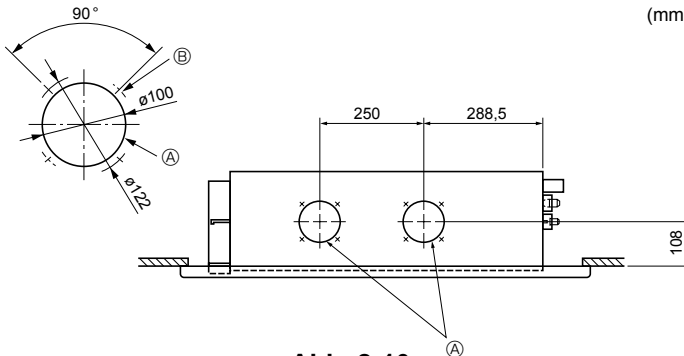

**Abb. 2-8**
- \* Dies muss in nachstehender Reihenfolge geschehen (von oben): Mutter, Unterlegscheibe mit Isolierung ②, Unterlegscheibe ohne Isolierung ①, 2 Muttern.
- \* Unterlegscheibe mit Isolierung ② mit der isolierten Fläche nach unten zeigend, wie in der Abbildung dargestellt, in Stellung bringen.
2. Die Anlage in die vorgesehene Stellung anheben und ordnungsgemäß mit den Aufhängungsschraubbolzen ausrichten. Die Klammer zwischen Unterlegscheiben ① ②, die bereits angebracht wurden, einsetzen und befestigen. Dies an allen vier Stellen vornehmen.
- Ⓐ Aufhängungsschraubbolzen (3/8" oder M10) ⓔ Unterlegscheibe ①
- Ⓓ Unterlegscheibe ② (mit Isolierung)
4. Sicherstellen, dass alle vier Ecken waagrecht ausgerichtet sind. Dazu eine Wasserwaage oder einen durchsichtigen mit Wasser gefüllten Kunststoffschlauch verwenden. (Abb. 2-8)